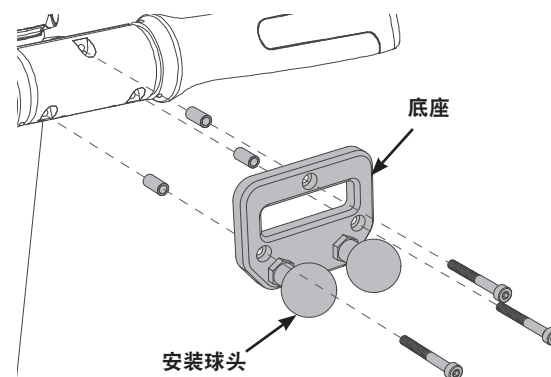

图 16. 安装操纵柄附件底座
4. 如图 16 所示，使用三个 35 毫米螺丝和三个隔套将底座安装至操纵柄。将螺丝拧紧至 11.0 牛米（8.1 英尺磅）。